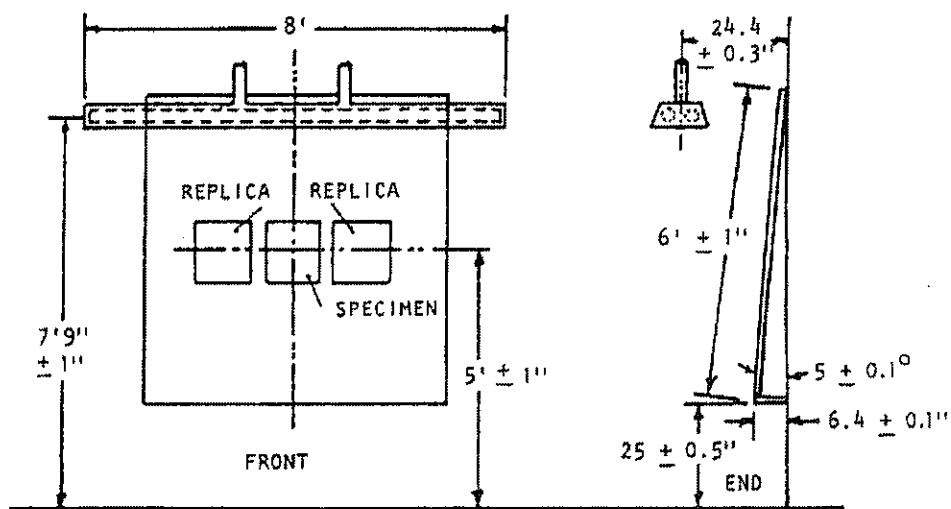

Fig. 3—Lighting equipment for viewing test specimens.
4.5 放置在暗室里的评级区域和灯光（见图 3）
7.2 将试样固定在观测板上（见图3），经向垂直地面，将评级照片固定在试样的两旁，比照评级。